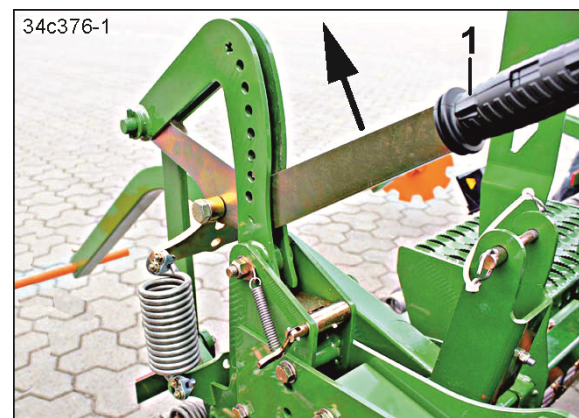

Fig. 205
4. Trekk spaken (Fig. 205/1) i pilretningen.